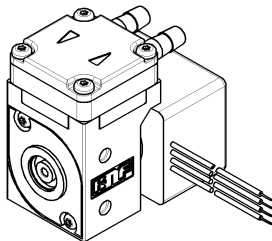

Fig. 7: bevorzugte Einbaulage für einköpfige Pumpen: waagrecht
- Einbaulage → Die Einbaulage der Pumpe kann prinzipiell frei gewählt werden. Bei einköpfigen Pumpen für maximale Genauigkeit und schnelle Entlüftung die bevorzugte Einbaulage beachten (Fig. 7).